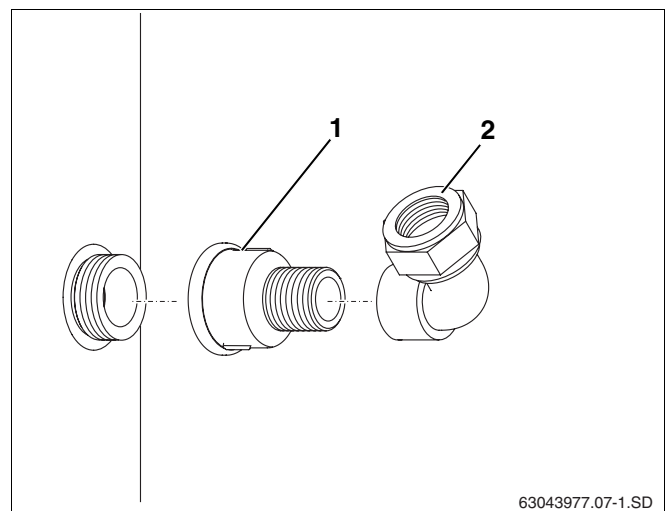

Abb. 6 Reduziermuffe und Winkelklemmringverschraubung an Speicher montieren
- Reduziermuffe (Abb. 6, **Pos. 1**) und Winkel-Klemmringverschraubung (Abb. 6, **Pos. 2**) am Speicher montieren.